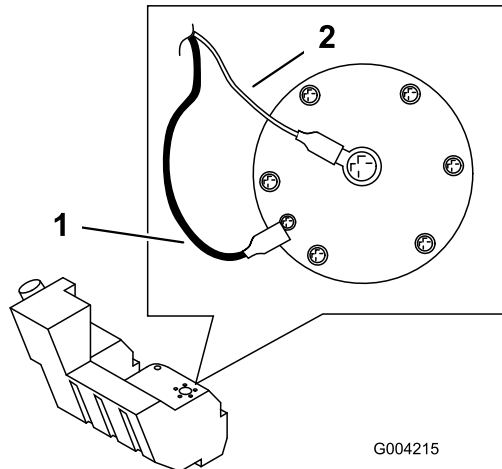

Bild 57
12. Ziehen Sie die beiden Kabel ab, die zur rechten Tankseite führen (Bild 57).
19. Auf der rechten Seite des Tanks verbinden Sie das orange Kabel mit dem inneren Pol und das schwarze Kabel mit dem äußeren Pol (Bild 57).